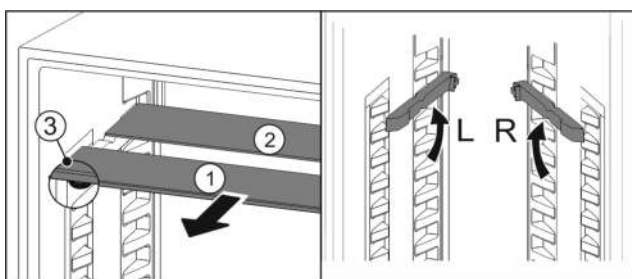

Fig. 50
- Glasplatten einzeln nach vorne herausziehen Fig. 50 (1).
- ▷ Glasplatte Fig. 50 (1) mit Zierleiste liegt vorne.
- ▷ Stopps Fig. 50 (3) zeigen nach unten.